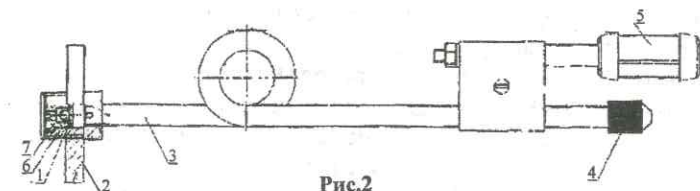

Рис.2
3.2. Топливопровод (Рис. 2) состоит из: фланца (2), трубки-топливопровода (3), гайки-заглушки (6), фитиля с сеткой (5), насадки (4), втулки (1) с фильтром-сеткой (7).
- отвинтить гайку-заглушку (Рис. 2, поз. 6);
- 4.10. Наклонить аппарат к поверхности земли, удерживая его за ручку, пока горючая смесь не попадет на фитиль (Рис. 2, поз 5).